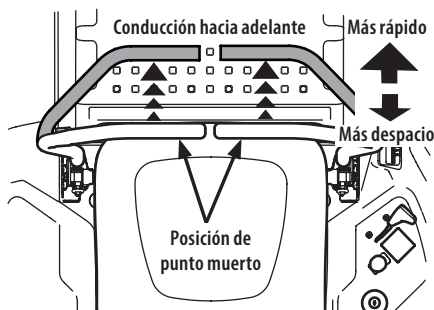

Figura 22
1. Mueva las palancas de control de la transmisión de barras de seguridad lenta y suavemente hacia adelante. El tractor comenzará a desplazarse hacia adelante (Figura 22).